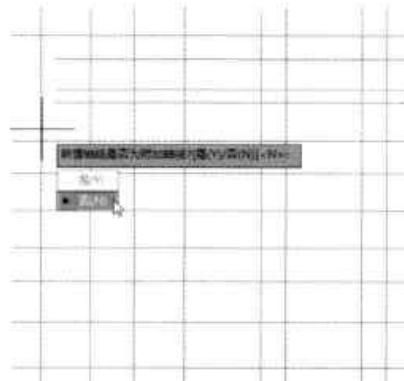

图16-28 选择是否为附加轴线
**Step 02** 根据需要选择是否为附加轴线，这里设为“否”，如图 16-28 所示。